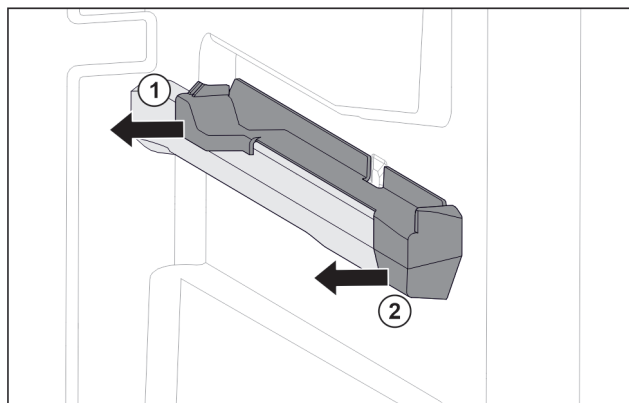

Fig. 80 Nasazovací díl na pravém žebrování na nádoby
- ▶ Stáhněte nasazovací díl vzadu na stranu. Fig. 80 (1)
- ▶ Stáhněte nasazovací díl vpředu na stranu. Fig. 80 (2)